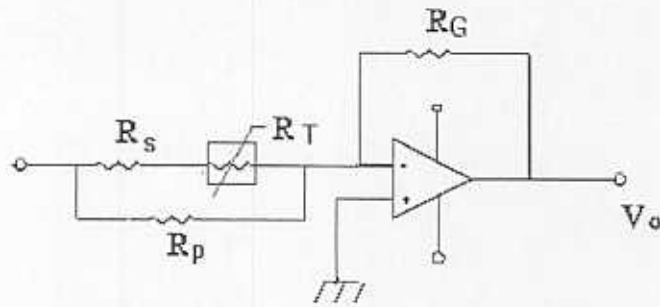

Figura 2
2. Sea un termistor con una resistencia de $30 \text{ K}\Omega$ a 25°C y $B=4000 \text{ K}$ que se introduce en un montaje amplificador como el de la Figura 2. Se deben determinar los valores de las resistencias R_s , R_p y R_G , para obtener ganancias de $-0,46$, 0 , y $0,41 \text{ dB}$ a las temperaturas de 15° , 25° y 30°C respectivamente. ¿Presenta una respuesta lineal el sistema? En caso de que no sea así, proponga un método de linealización. Si en lugar de un termistor se utiliza una PT100 de platino, ¿sería otra la respuesta?